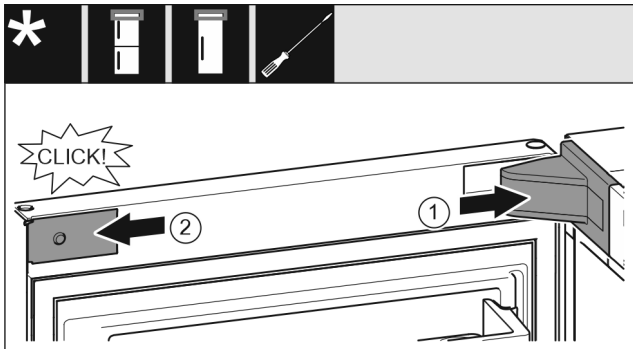

Fig. 65
- ▶ Applicare e innestare la copertura del blocco di supporto Fig. 65 (1), eventualmente staccarle l'una dall'altra con cautela.
- ▶ Applicare la maschera Fig. 65 (2) sui lati e innestarla.